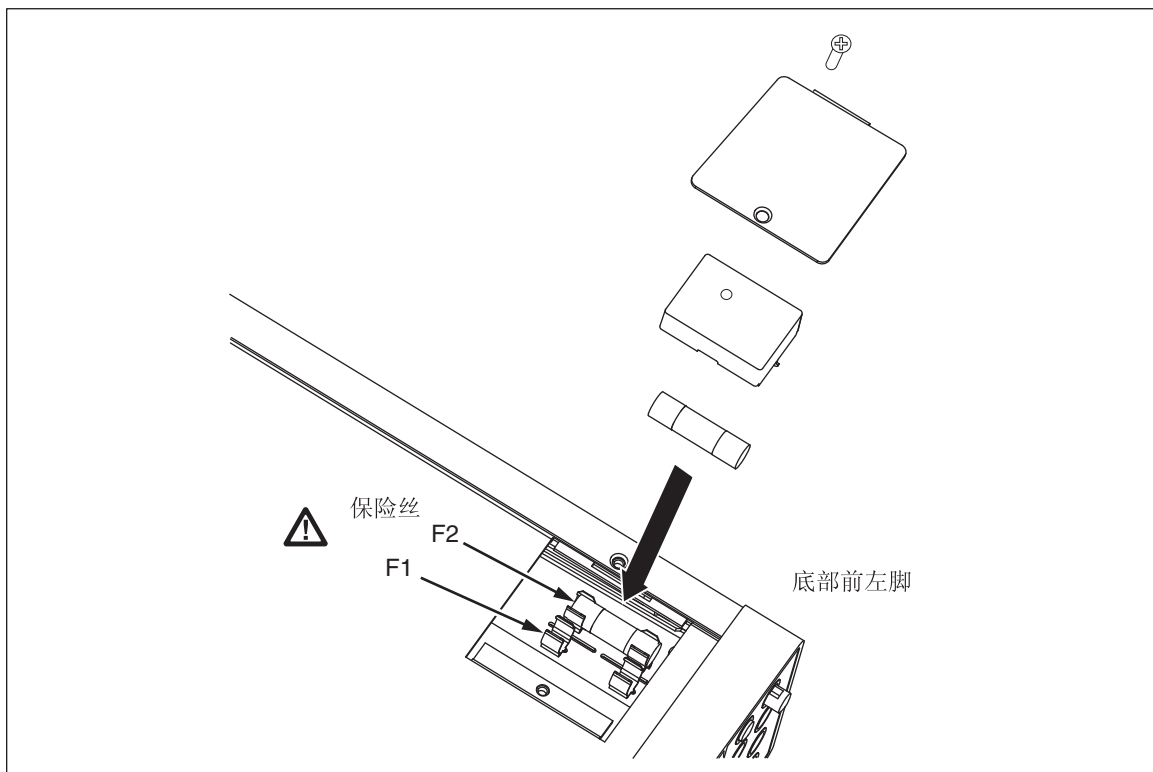

图 2-2。更换电流输入保险丝
3. 拧开万用表底部上的保险丝舱门上的固定螺钉，如图2-2所示。